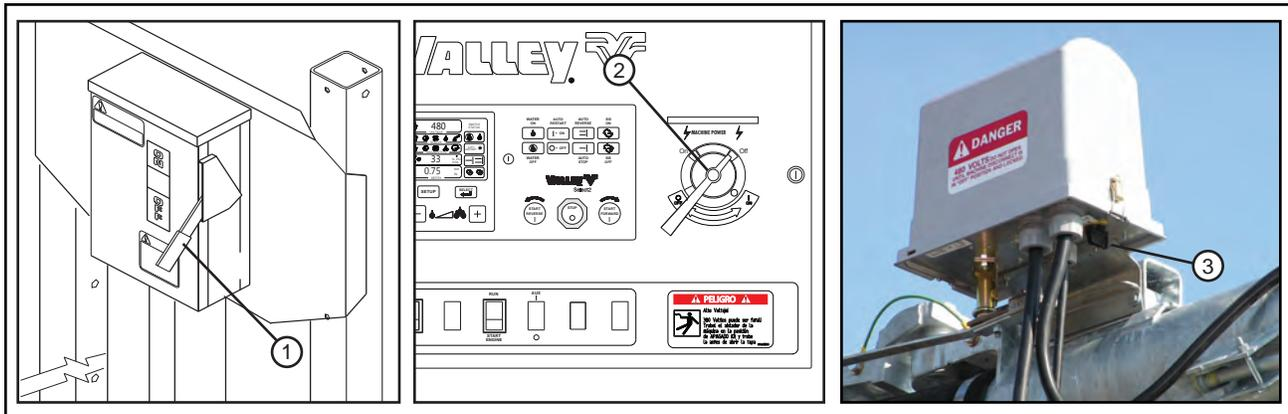

Figura 42-1 1. Interruptor principal de servicio.
- El interruptor de suministro principal de energía de la red al panel de control. Vea la Figura 42-1.
- El interruptor principal del panel de control. Vea la Figura 42-1.
- Cualquiera de los interruptores de caja de torre. Vea la Figura 42-1.